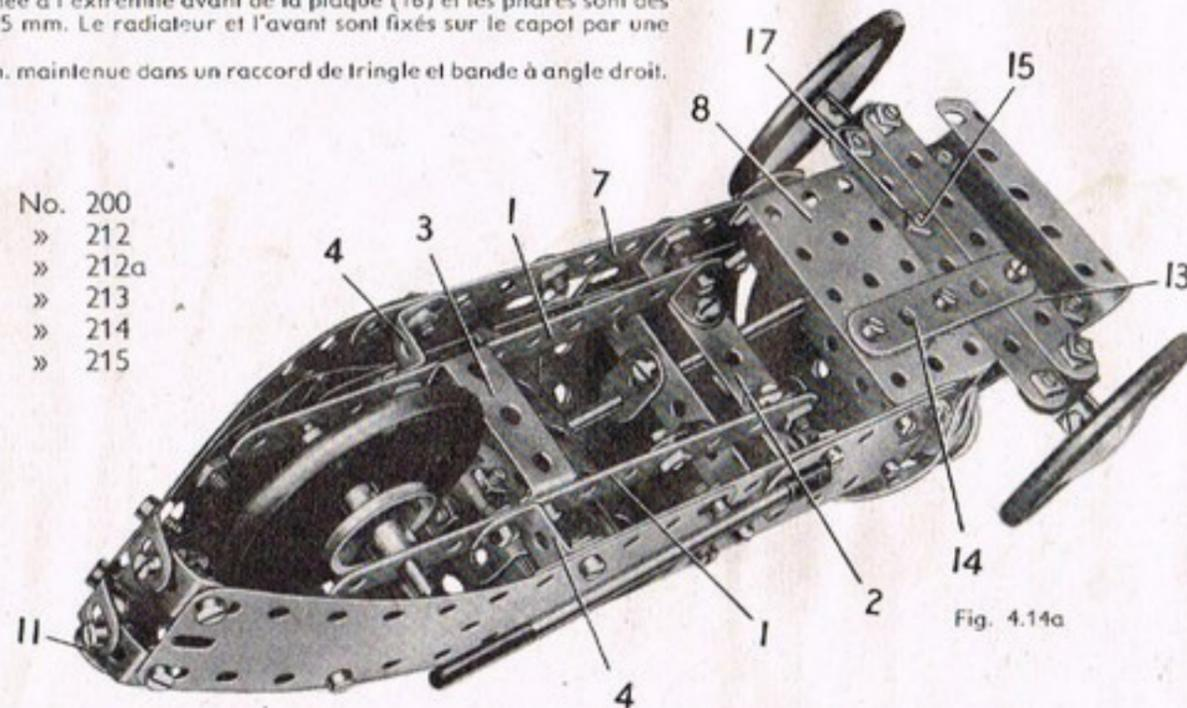

Fig. 4.14a
Le châssis de la voiture se construit en fixant deux bandes de 11 trous (1) sur une bande coudée de 60x12 mm. (2) par des équerres, et en les réunissant ensuite l'une à l'autre par une bande coudée de 38x12 mm. (3). Les rebords de la bande coudée (2) et les équerres renversées (4) servent à fixer la carrosserie sur le châssis. Chaque côté est formé d'une plaque flexible de 6x4 cm. (5) et d'une de 14x4 cm. (6) boulonnées sur une bande de 11 trous (7). Les extrémités arrière des plaques (6) sont réunies par 4 équerres à 135° disposées par paires (fig. 4.14a). Une plaque à rebords de 6x4 cm. (8) boulonnée entre les deux côtés de la carrosserie déborde d'un trou les extrémités avant des bandes (7). Le dessus du capot est une plaque flexible de 11,5x6 cm. incurvée de façon voulue et boulonnée entre les plaques (5). Les boulons (9) et (10) qui la tiennent en place servent également à fixer des bandes coudées de 60x12 mm. entre les côtés, de façon à renforcer le capot.